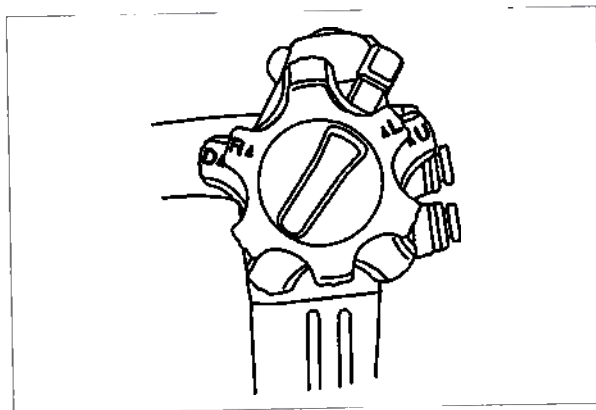

Рис. 3.4
3. Если ручки управления изгибанием вводимой трубки ВВЕРХ/ВНИЗ и ВПРАВО/ВЛЕВО установлены в соответствующее нейтральное положение, как показано на рис. 3.4, убедитесь, что изгибаемая часть плавно возвращается в приблизительно прямолинейное положение.